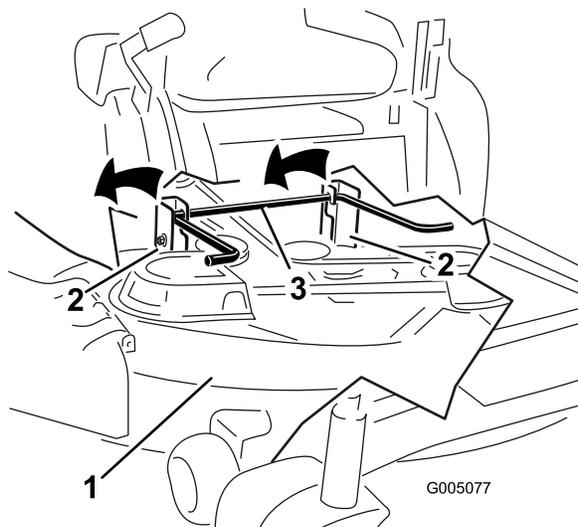

Figure 66
6. Soulevez et enlevez le plateau de coupe et les supports de la tige de levage arrière et abaissez la tondeuse au sol avec précaution (Figure 66).
5. Soulevez l'arrière du plateau de coupe et guidez les supports sur la tige de levage arrière (Figure 66).